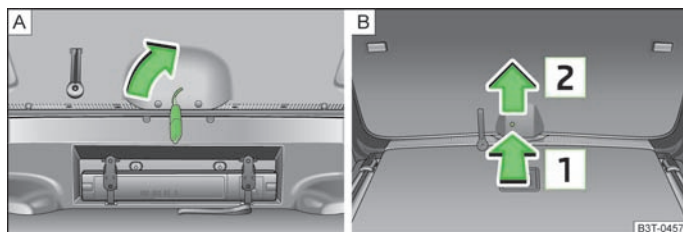

Abb. 21 Notentriegelung der Gepäckraumklappe
- Den Fahrzeugschlüssel in den Schlitz der Verkleidung bis zum Anschlag einschieben » Abb. 21 - [A].
- In die Öffnung in der Verkleidung in Pfeilrichtung [1] » Abb. 21 einen Schraubendreher oder ein ähnliches Werkzeug bis zum Anschlag einführen.
- Die Klappe in Pfeilrichtung [2] » Abb. 21 nach oben entriegeln.